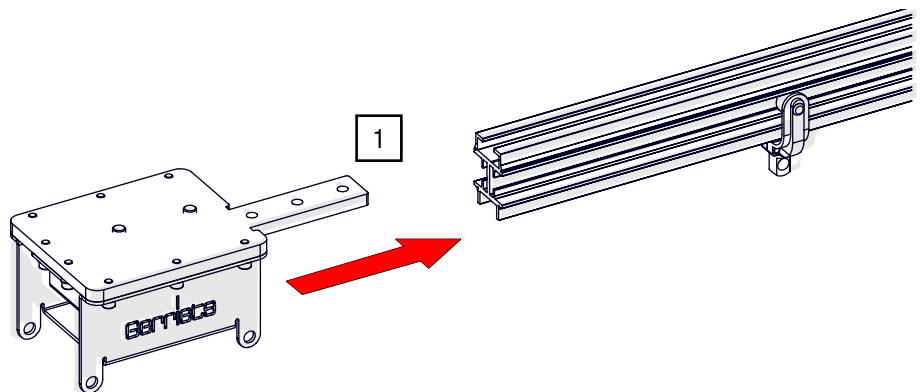

Abb. 67: BELT-TRACK Umlenkeinheit – Steg in Schienenprofil schieben
1. Schieben Sie die Umlenkeinheit auf das Schienenprofil (siehe Abb. 67).